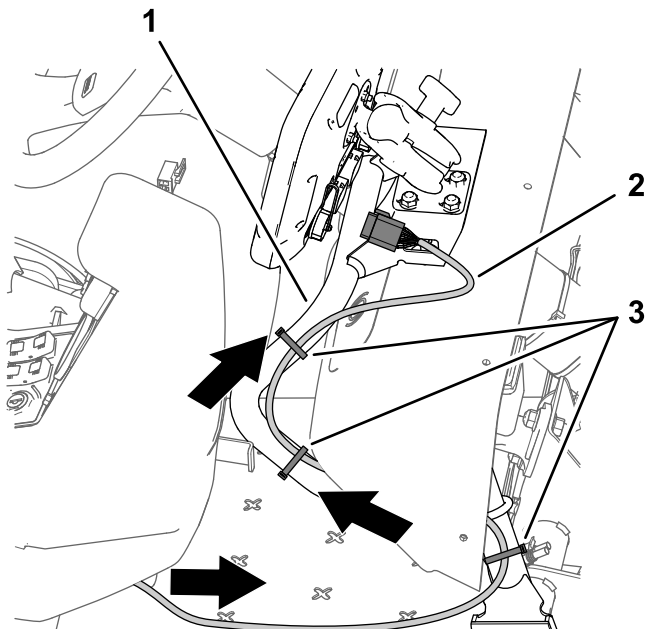

Рисунок 205
1. Проложите ответвление жгута проводов передачи данных (жгута проводов с 26-гнездовым разъемом) длиной 220 см вперед и под приборной панелью (Рисунок 205).
2. Проложите ответвление жгута проводов передачи данных длиной 220 см вдоль опорной трубы монитора (Рисунок 205).
4. Ответвление жгута проводов передачи данных длиной 220 см должно провисать так, чтобы оператор опрыскивателя смог отрегулировать положение монитора и прикрепить жгут проводов к опорной трубе монитора с помощью кабельных стяжек, как показано на Рисунок 205.